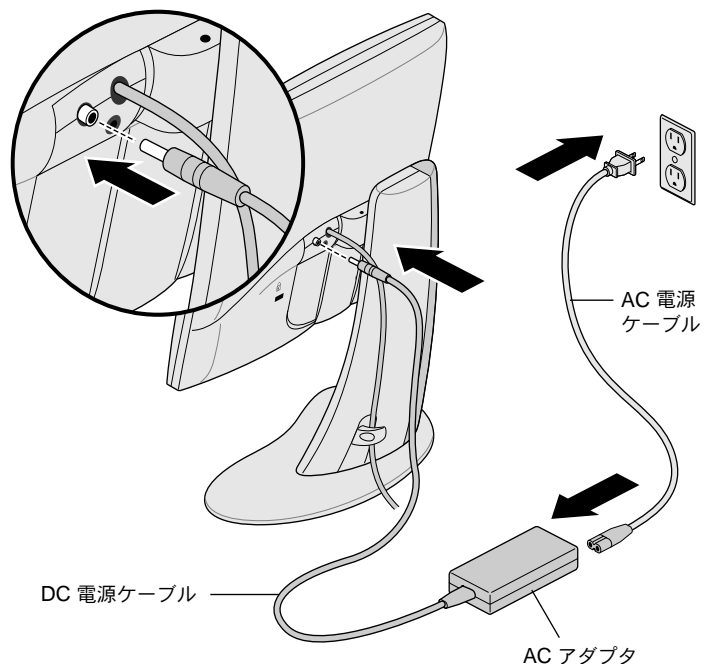

図 1-2 電源ケーブルと AC アダプタの接続
- AC アダプタから DC 電源ケーブルをフラットパネルモニタ背面にある DC 入力コネクタへ接続します (図 1-2 参照)。